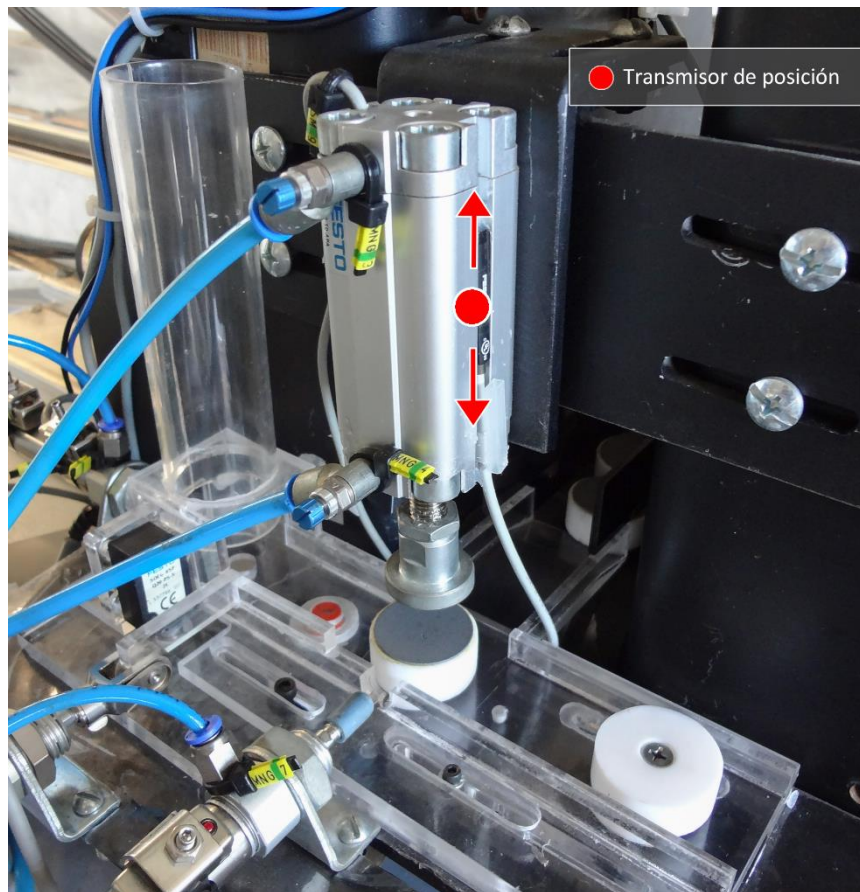

Figura 1. Transmisor de altura
5. Mover el transmisor de altura manualmente (ver Figura 1) hasta que la variable **VW720** tenga un valor cercano a 19373 (para el caso de una pieza de 14,1mm).